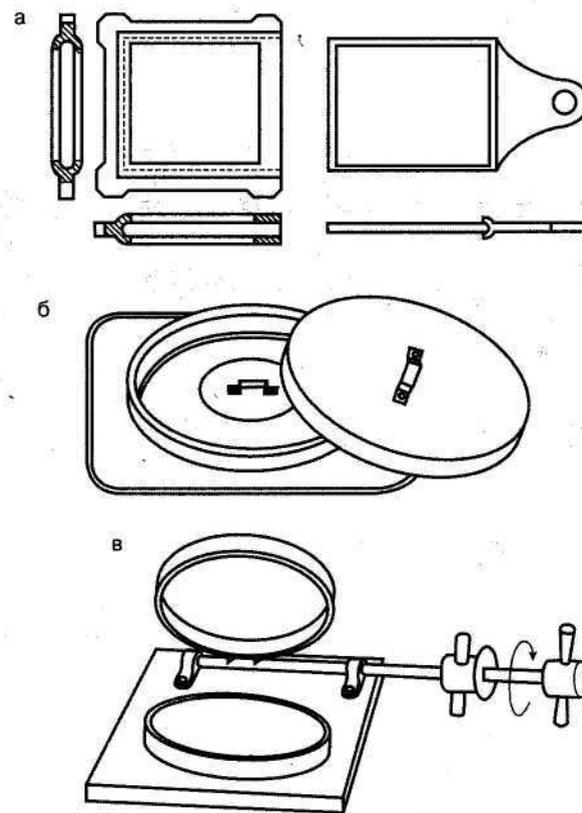

Рис. 50. Чугунная фурнитура для перекрытия дымовых каналов:
**Задвижки, заслонки и вьюшки** (рис. 50) устанавливают в дымоходах и дымовых трубах для перекрытия дымовых каналов (частичного или полного). Задвижка (**шибер**) состоит из рамки с направляющими и **движка**, при перемещении которого поперек дымового канала происходит его перекрытие, а заслонка — это круглая перегородка (**баран**), перекрывающая канал при повороте вокруг оси.